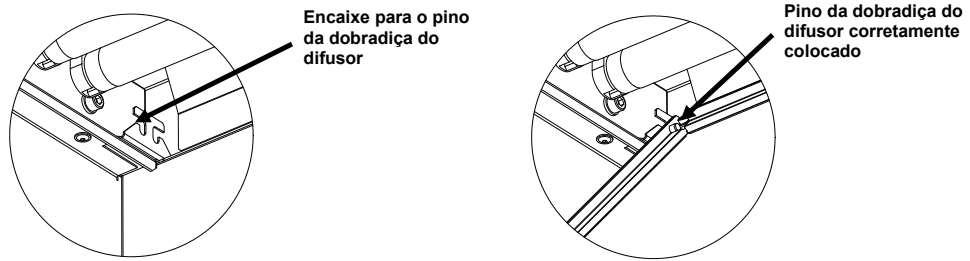

Figura 9. Encaixe
6. Insira os pinos das dobradiças do difusor, situadas em cada um dos cantos da parte das costas, na fenda frontal dos encaixes localizados nos cantos traseiros da caixa da luminária. Consulte a Figura 9.